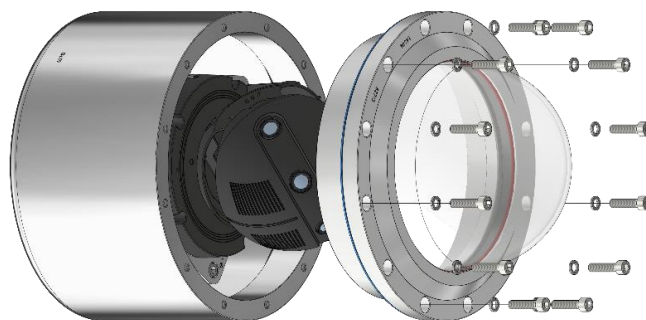

Bild 6-1 Öffnen der ExCam T08-VA4.1K.PS1
- Der Kuppelflansch ist vorsichtig und lotrecht herauszuziehen (vgl. Abb.6-1). Es besteht Gefahr durch Verkantung! Durch entstehenden Unterdruck kann das Entfernen des Flansches ggf. schwerfällig sein.